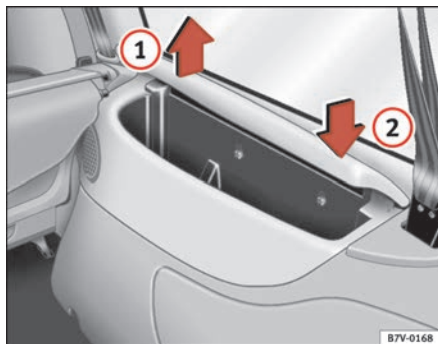

Abb. 102 Ablagefächer im Gepäckraum
Zum Öffnen in Pfeilrichtung am Deckel ziehen ① ⇒ Abb. 102.
Zum Schließen den Deckel in Pfeilrichtung drücken ② ⇒ Abb. 102. ■